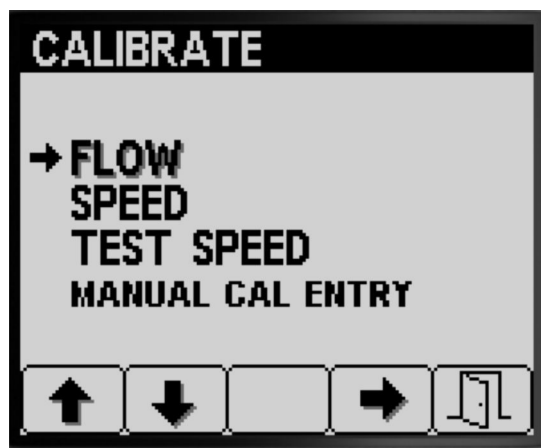

Figura 41
2. Prima os botões 1 ou 2 no submenu CALIBRAÇÃO para navegar para a opção FLUXO (Figura 41).
3. Prima o botão 4 para seleccionar a opção Calibração do fluxo (Figura 41).